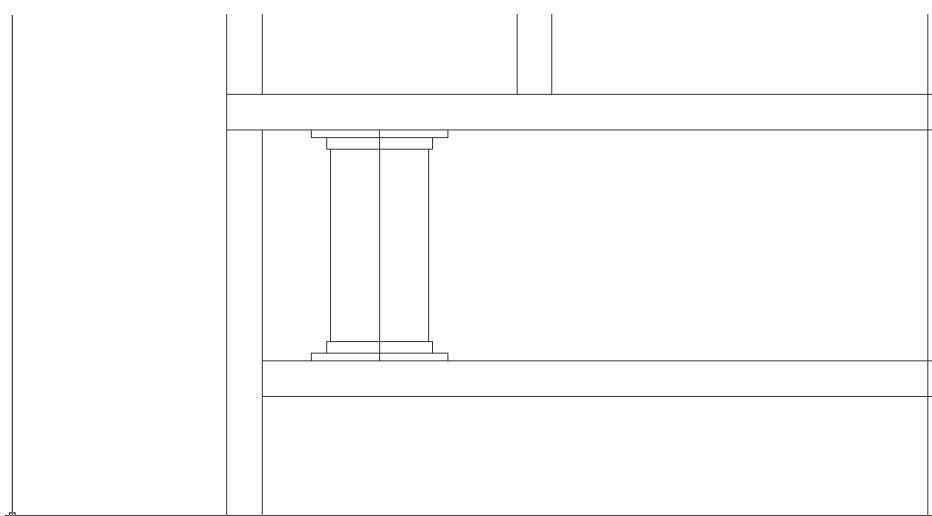

Рис. 8.27 ▼ Контур опоры сформирован
8. Сформируйте контур опоры, удаляя все лишние сегменты, кроме отрезка, обозначающего ось симметрии опоры (рис. 8.27).